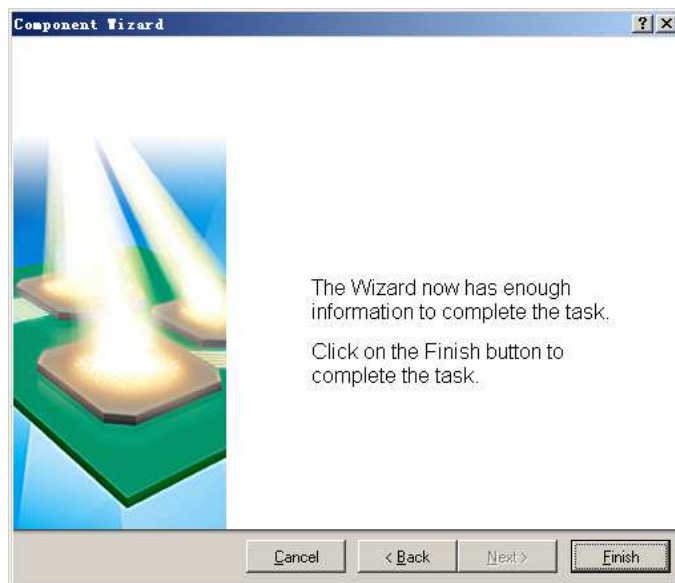

图 10.36 PCB 元件封装向导结束视图
(9) 在“Set the component name” 页面中的编辑框中输入“DIP14-100”，作为 PCB 元件封装的名称，单击“Next”按钮，显示如图 10.36 所示的结束视图。